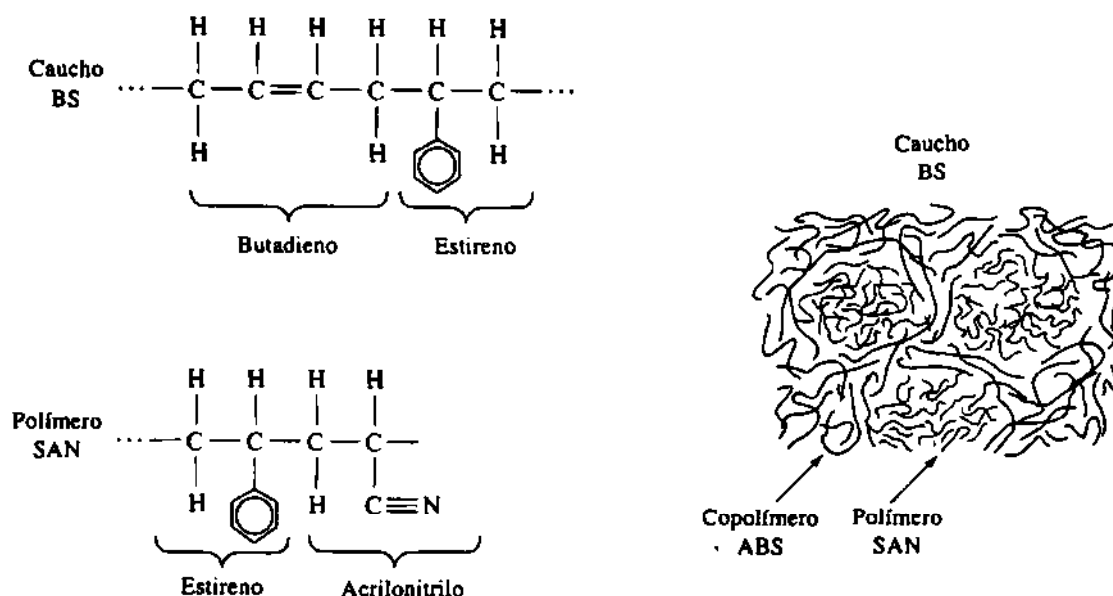

FIGURA 15-28 La copolimerización produce el polímero ABS, que realmente está conformado por dos copolímeros injertados, el SAN y el BS.
Copolímeros Los **copolímeros** son cadenas de adición lineal compuestas de dos o más tipos de moléculas. El ABS, compuesto de acrilonitrilo butadieno (un elastómero sintético) y de estireno es uno de los materiales poliméricos más comunes (figura 15-28). El estireno y el acrilonitrilo forman un copolímero lineal (SAN) que sirve de matriz. El estireno y el butadieno también forman un polímero lineal, el caucho BS que actúa como material de relleno. La combinación de ambos copolímeros le da al ABS una excelente combinación de resistencia, rigidez y tenacidad.
El poliisopreno es un caucho natural. El policloropreno o neopreno es un material común para mangueras y aislamientos eléctricos. Muchos de los elastómeros sintéticos de importancia son copolímeros. El caucho de butadienoestireno (BS), que también es uno de los componentes del ABS (figura 15-28) se utiliza en llantas de automóvil. Otros elastómeros importantes son las siliconas, que se basan en cadenas compuestas de átomos de silicio y oxígeno. Los cauchos de silicón proporcionan resistencia a altas temperaturas, permitiendo usar el elastómero a temperaturas tan altas como 315°C.